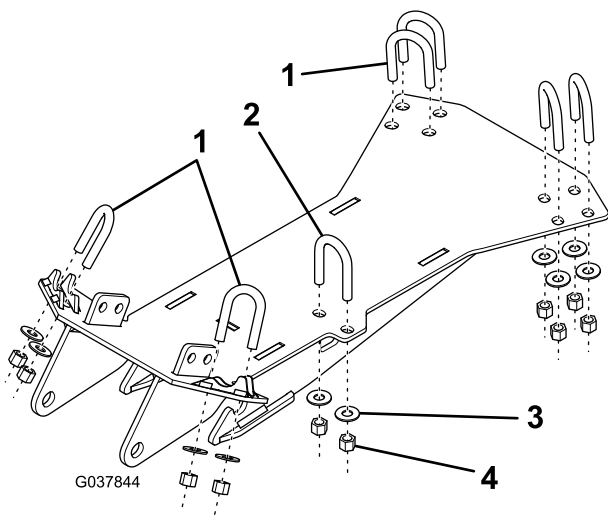

Figura 1
5. Con 2 pernos en U finos, 4 arandelas y 4 contratuercas, conecte, sin apretar, el chasis inferior al tubo de parachoques (Figura 1).
6. Con 1 perno en U grueso, 2 arandelas y 2 contratuercas, conecte, sin apretar, el chasis inferior al tubo del bastidor horizontal (Figura 1).
7. Con 4 pernos en U gruesos, 8 arandelas y 8 contratuercas, conecte, sin apretar, la parte trasera del chasis inferior a los tubos del bastidor (Figura 1).